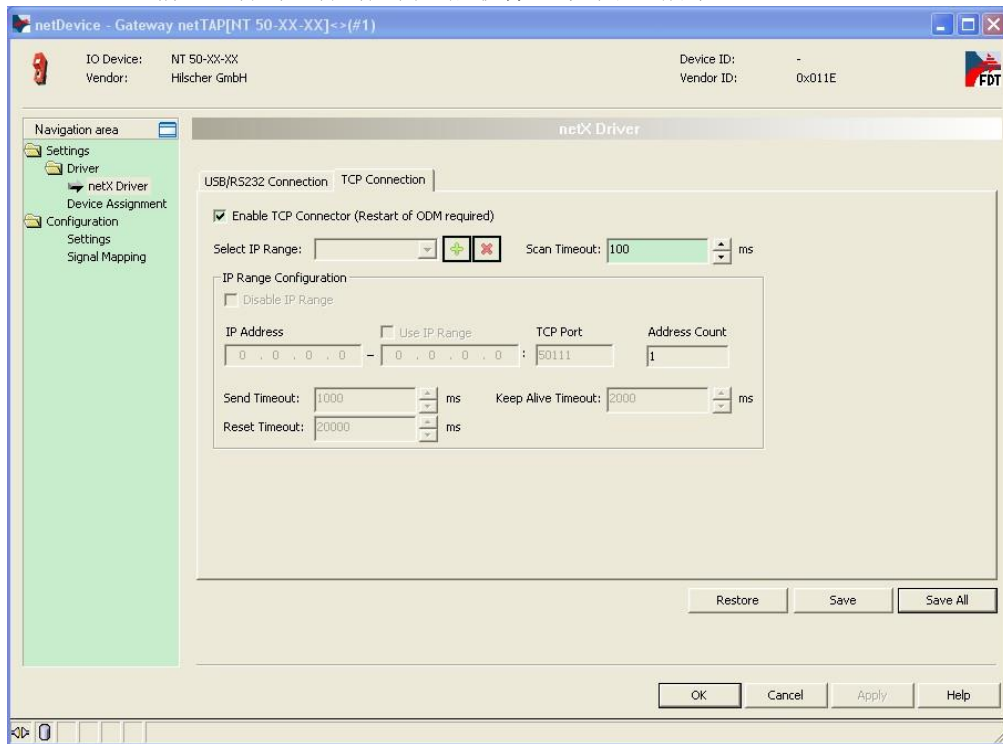

图 19
- 3) 双击该图标，弹出配置对话框，选择“netX Driver”栏中“TCP Connection”页，确保“Enable TCP Conector”前已经打勾（打勾后需重启软件），如图 19 所示：